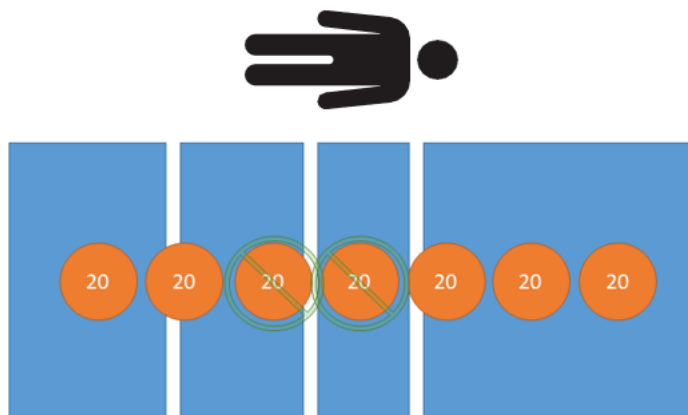

Figure 30 – Test de tarage - 100 kg net
5. En utilisant des poids étalonnés, placer 100 kg sur le produit (Figure 30).
9. En utilisant des poids étalonnés, placer 100 kg sur le produit (Figure 30).